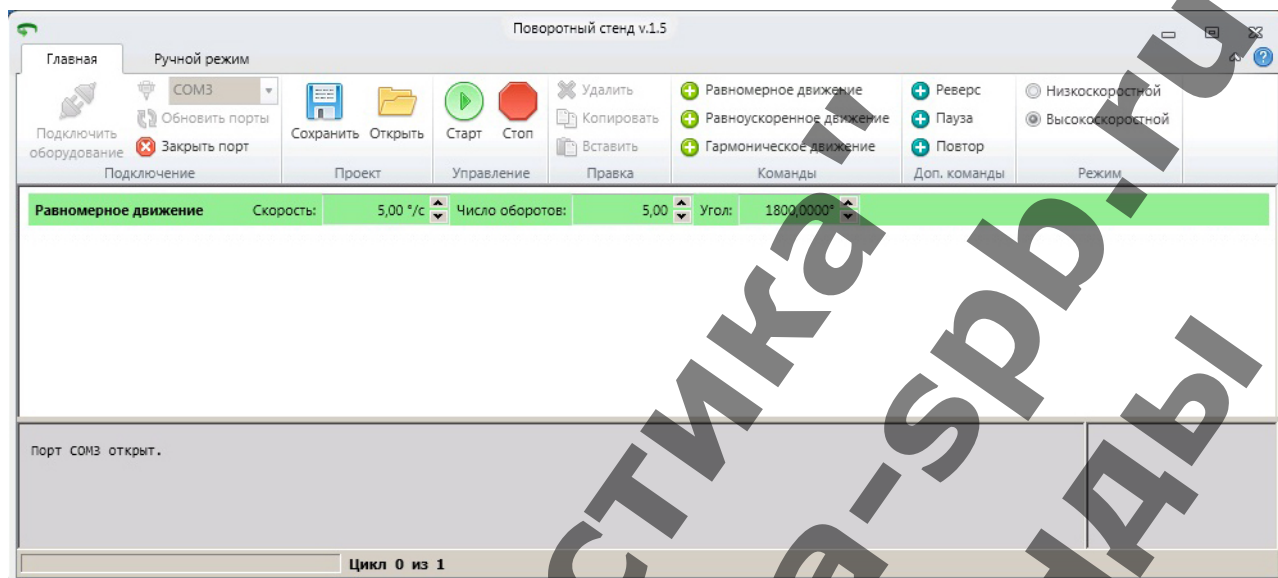

Рисунок 12.
- 2.3.9. Выбрать команду «Равномерное движение» (рисунок 12).